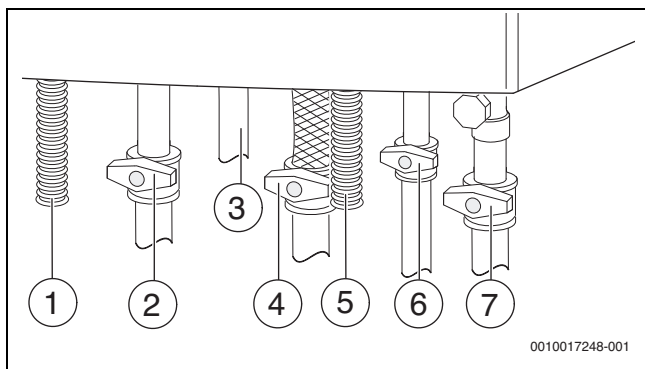

Fig. 35 Racorduri pe partea de gaz și apă (accesorii)
- Deschideți robinetul pentru apă rece (→ Fig. 35) și, apoi, un robinet pentru apă caldă, până când curge apă.
- Deschideți robinetul pe turul încălzirii și cel pe returul încălzirii (→ Fig. 35).